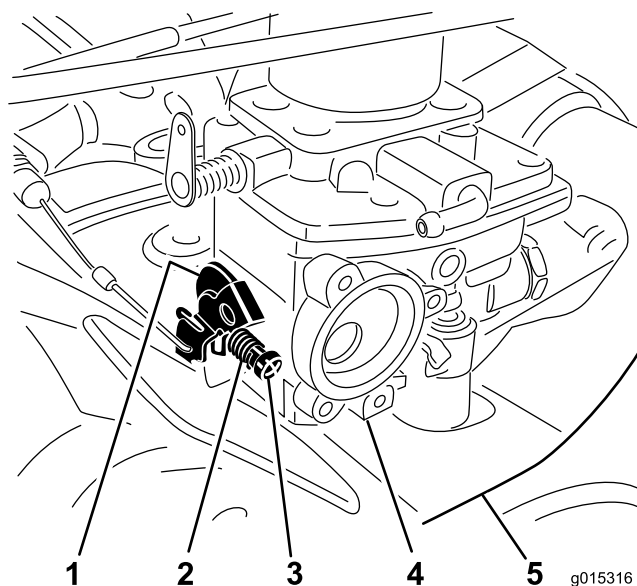

Figura 6
10. Instale el tornillo de ralentí y el muelle en la palanca del acelerador del conjunto del carburador, según se muestra en Figura 6.